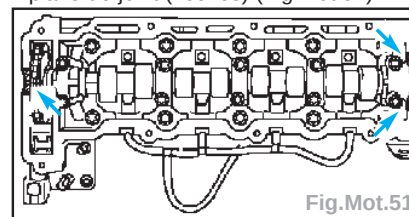

Fig.Mot.51
- Appliquer de la pâte d'étanchéité sur les plans de joint (flèches) (Fig.Mot.51).